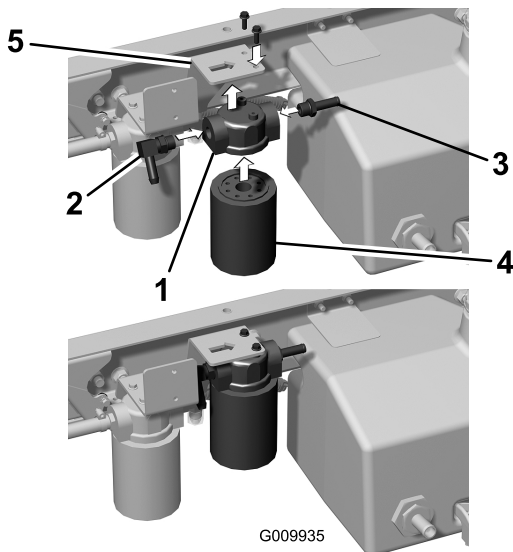

Figura 11
1. Monte uma união estriada de 90° no pórtico de admissão da cabeça do filtro (Figura 11).
2. Monte uma união estriada reta no pórtico de saída da cabeça do filtro (Figura 11).
3. Monte a cabeça do filtro no suporte da estrutura com dois parafusos de cabeça flangeada (¼ pol. x ¾ pol.) como se mostra na (Figura 11).